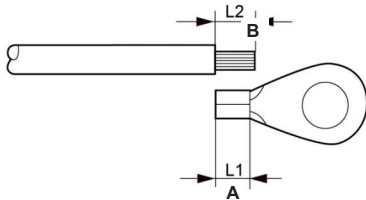

图 3.8 外部接地导体端子
- 4. 如图3.8所示，将OT端子压接在电缆上，然后连接到机箱接地端子上。